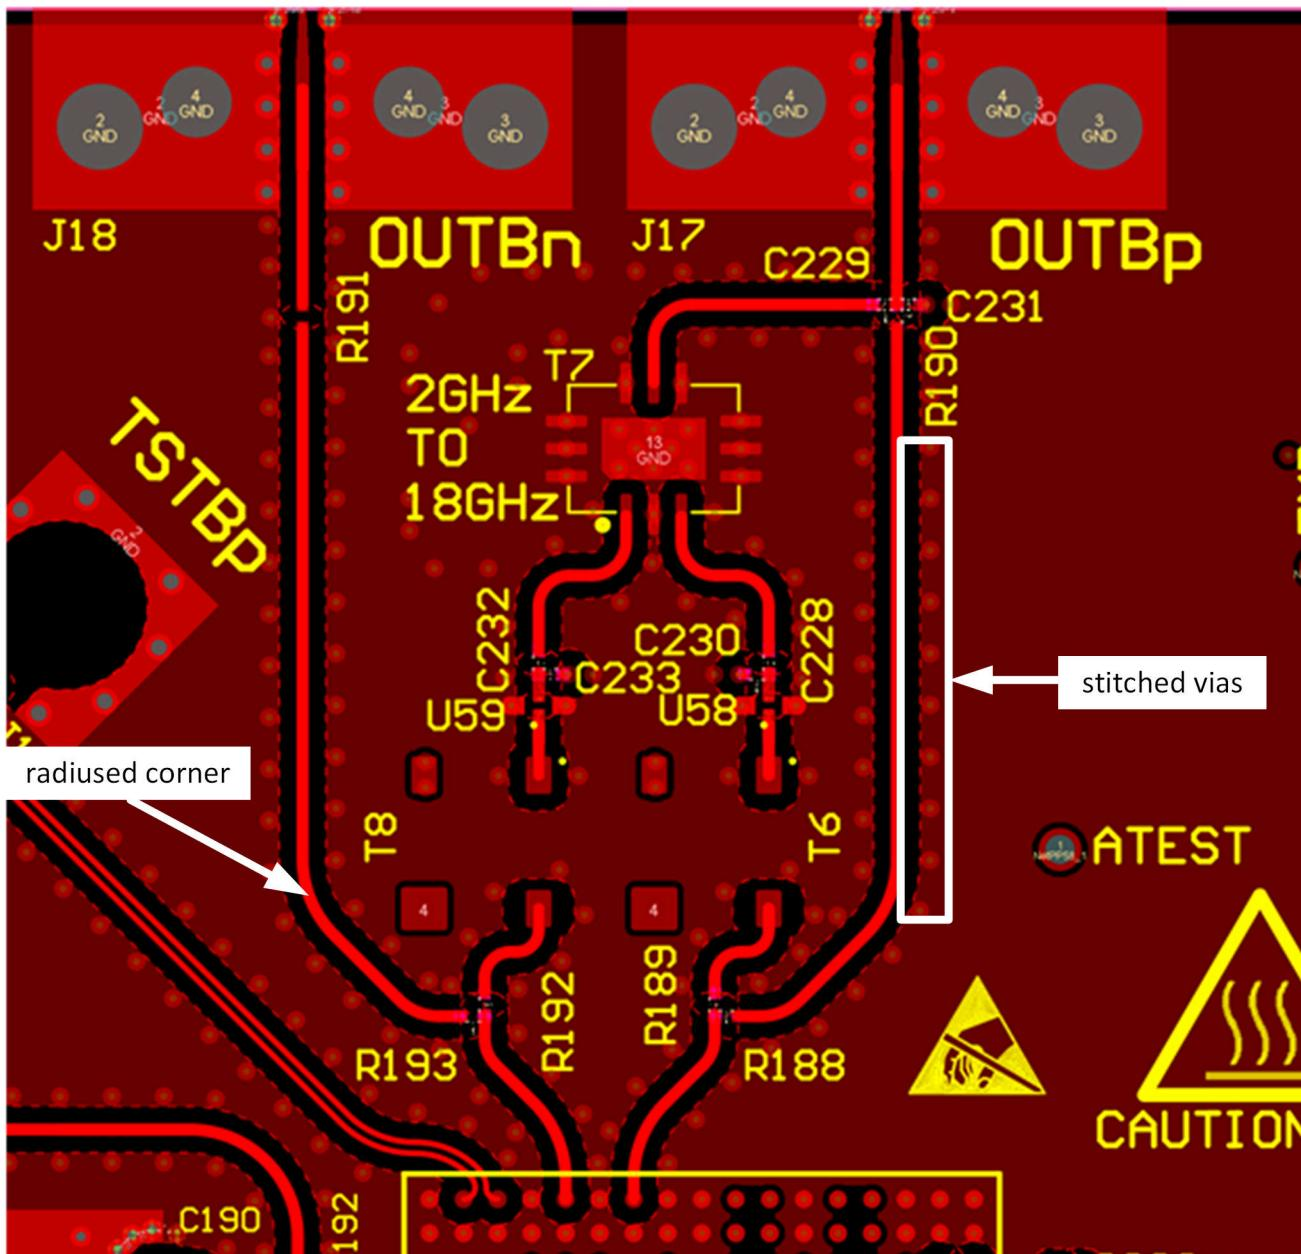

図 9-10. 高速信号トレイスの横にあるラディウスコーナーとステッチビア
4. 滑らかに丸みを帯びたコーナーを使用し、45 度や 90 度の屈曲を避けて、アナログとデジタルの両方の信号トレイスのすべての高速入力/出力におけるインピーダンスの不一致を減らします。例として 図 9-10 を参照してください。
7. トレースストラップポートの最大周波数($\lambda/4$)によって決定される適切な間隔で、すべての高速信号に隣接する対称的に配置されたグランド接続ステッピングビアを用意します。例として図 9-10 を参照してください。